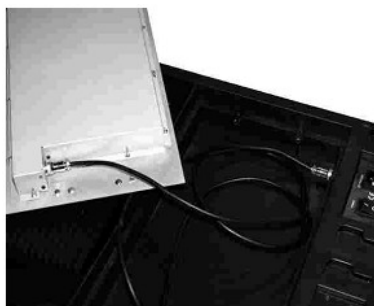

Fig.7
- Убедитесь, что микшерный пульт подключен к системе с помощью соответствующего кабеля, как показано на Рис. 7.